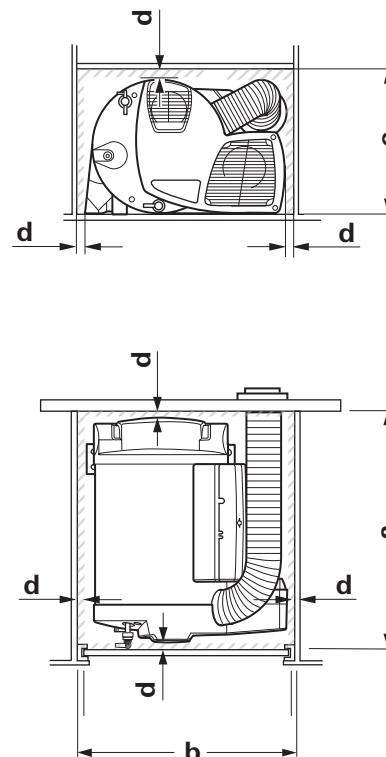

Figura 8
- La distanza tra l'apparecchio e le parti del veicolo o di mobilia limitrofe deve essere di almeno 10 mm su tutti i lati (almeno 5 mm rispetto al lato dell'attacco dell'acqua) (Figura 8).